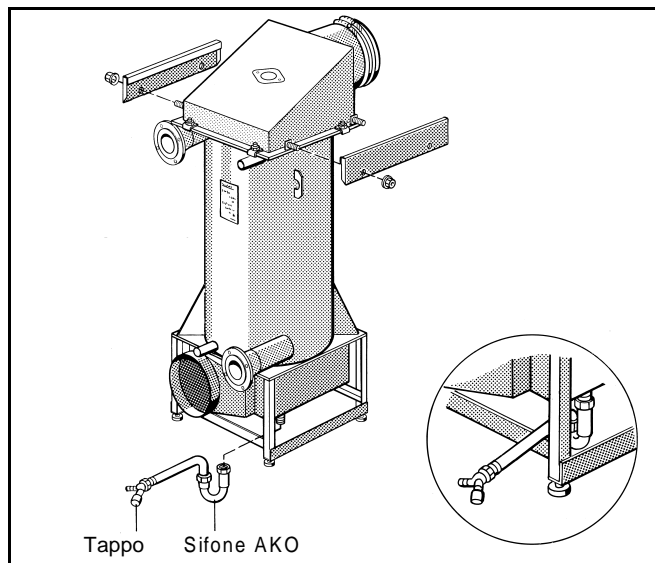

Fig. 8
Per l'impiego di 2 dispositivi di neutralizzazione, prima di montare il sifone si deve togliere il secondo tappo allo scarico (fig. 8).
- Avvitare le traverse sopra a destra e sinistra con 2 madreviti alle alette del telaio superiore con la piegatura verso l'interno (fig. 8).